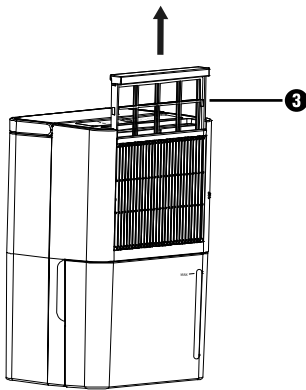

Abb. 6
- ◆ Der Luftfilter **3** befindet sich hinter dem Luft-einlassgitter **2**. Fassen Sie mit den Fingern die Griffkante des Luftfilters **3** und ziehen Sie ihn nach oben aus dem Gerät (siehe Abbildung 6).